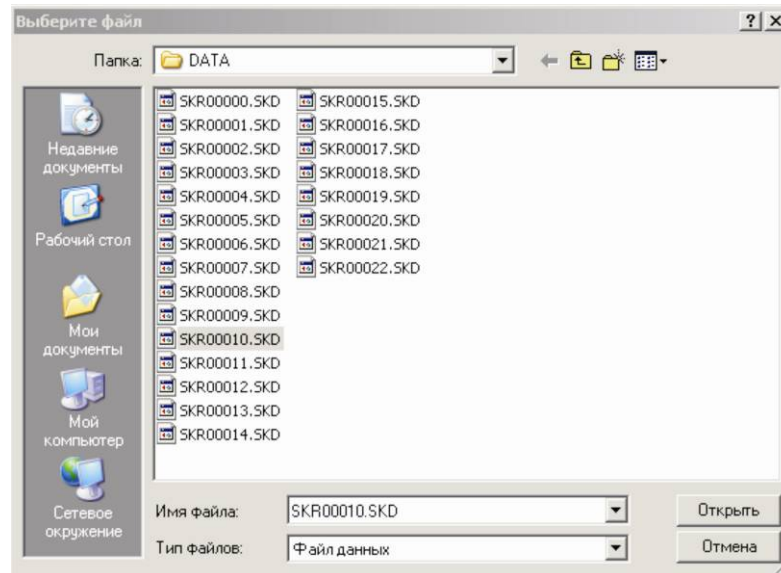

Рисунок 2.11 – Меню выбора файла
- 3) В открывшемся окне (рисунок 2.11) в графе «Тип файлов» выбрать тип: «Файл данных», в графе «Имя файла» выбрать файл из папки DATA, который необходимо просмотреть, например SKR00010.SKD;